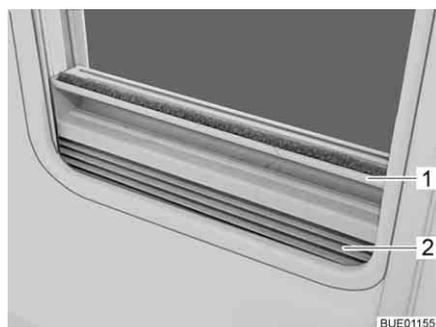

Fig. 64 Tendina oscurante pieghevole
- Chiusura:* ■ Afferrare la tendina oscurante pieghevole (Fig. 64,2) per la parte centrale della barra di presa (Fig. 64,1), tirarla dal basso verso l'alto e rilasciarla nella posizione desiderata. La tendina oscurante pieghevole rimane in questa posizione.